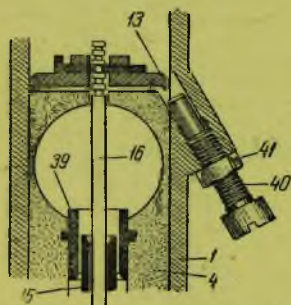

Рис. 93. Регулировка на малые обороты
Сбоку корпуса карбюратора имеется специальный прилив (рис. 93), в который ввернут болт (40), служащий упором для дроссельной заслонки. Манипулируя этим винтом при одновременной